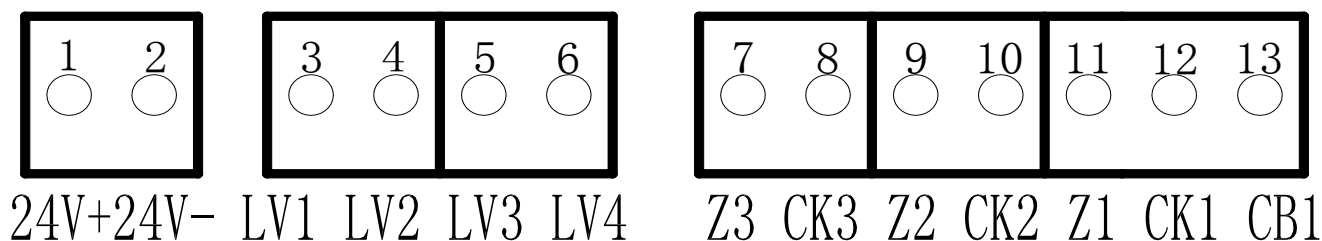

图 3
1. 按图 3 要求，将 24V 电源线、信号线从防水接头穿入箱体，接入相应的接线端子，感温线缆两端穿入微电脑处理器和终端盒上的防水接头，拧紧防水接头。（感温线缆白色线芯接 LV1 端子，红色线芯剪掉、蓝色线芯接 LV3）
2) 微电脑处理器接线端子如图 3 所示